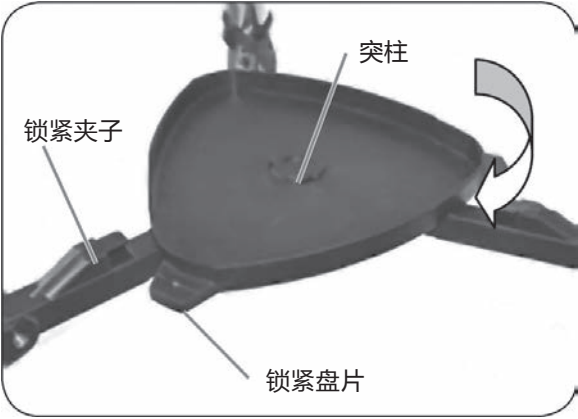

图 2-1
2. 附件盘凹面朝上，放在三脚架腿中间的中心支撑部分上，如图 2-1。